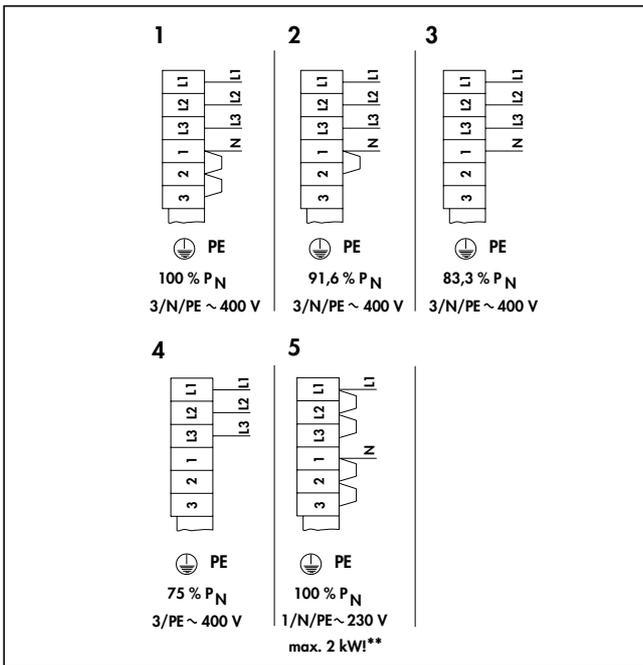

Abb. 5.1 Netzanschluss VSU .../3 und VSU .../3 EL
- Überprüfen Sie, ob die auf dem Leistungsschild angegebene Spannung mit der Netzspannung übereinstimmt (siehe Abb. 5.1).
Die Anschlussleistung kann durch Verlegen oder Entfernen von Brücken variiert werden. Die werkseitig auf 100 % vorverdrahtete Anschlussleistung kann in Verbindung mit einer Ladegradreduzierung um 3 Leistungsstufen reduziert werden. Der elektrische Anschluss für die Heizkörper kann mit Drehstrom 400 V oder bis 2 kW mit Wechselstrom 230 V 50 Hz erfolgen. Die Dimensionierung der Leitungsquerschnitte und die Absicherung sind entsprechend der maximal möglichen Leistung des Gerätes vorzunehmen (siehe Seite 16 Abb. 5.1).